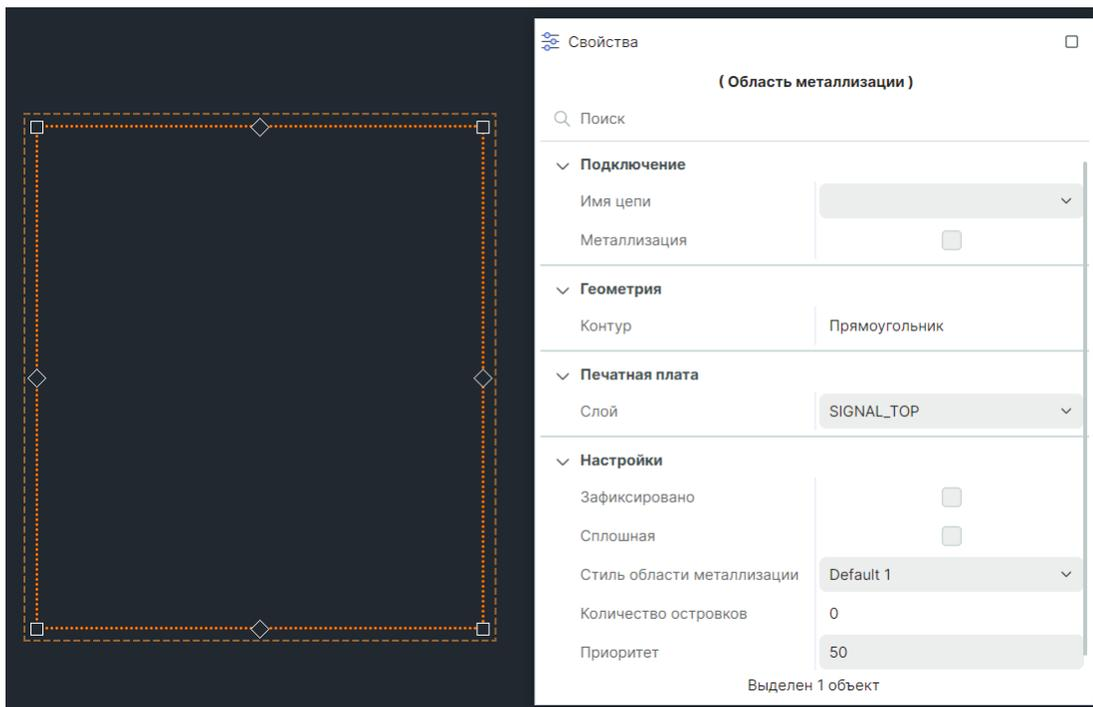

Рис. 427 Область металлизации с контуром прямоугольник и свойства области металлизации
- По завершении построения области металлизации в окне «Свойства» отображаются текущие параметры области металлизации, см. Рис. 427.